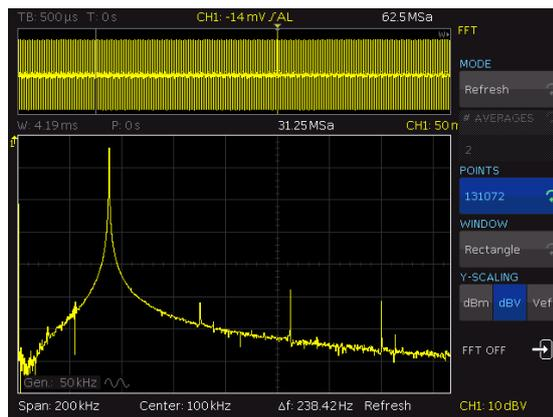

Abbildung 38: Messung eines Sinussignals mit dem Rechteckfenster
- ▶ Stellen Sie das Ergebnis in dbV dar, siehe Abbildung 38.